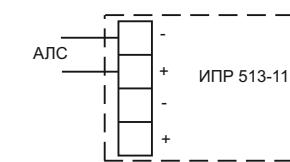

Рисунок 4 – Схема подключения извещателя
6.11 Подсоединить провода АЛС к клеммным соединителям (положительный провод АЛС – к клеммным соединителям с маркировкой "+", отрицательный - к клеммным соединителям с маркировкой "-"). Маркировка клеммных соединителей нанесена на плате (см. рисунок 4).